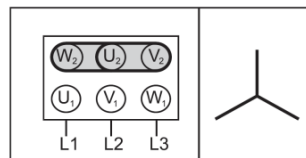

Fig. 8
- Le barrette di collegamento sulla morsettiera devono rispettare lo schema riportato nella targa del motore o le indicazioni date dalla tabella. (vedi Fig. 8).